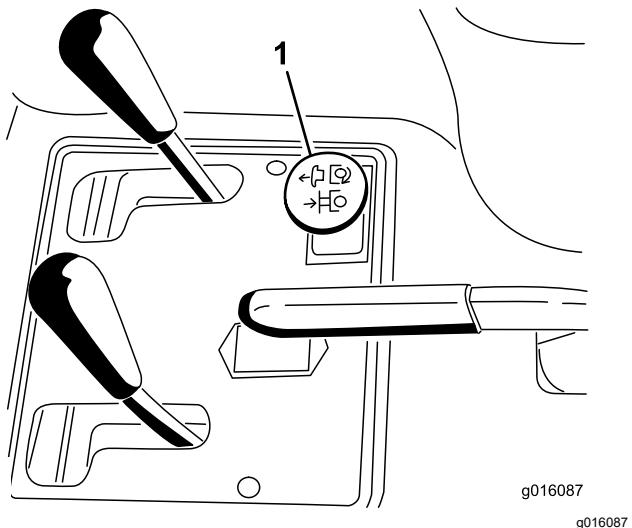

Figura 12
3. Engate a lâmina puxando o manípulo de controlo da hidráulica remota para cima (Figura 12).
- Desengate a lâmina empurrando o manípulo de controlo da hidráulica remota para baixo (Figura 12).